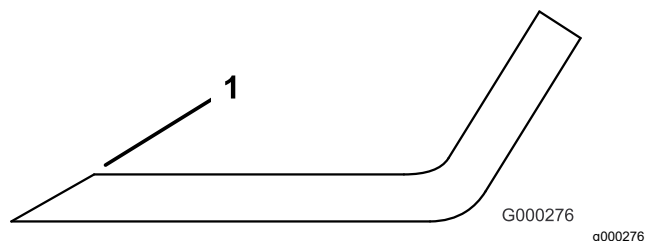

Figure 125
Remarque: N'aigüisez que le haut du tranchant et conservez l'angle de coupe d'origine pour obtenir une coupe nette (Figure 125). Limez la même quantité de métal sur les deux tranchants pour ne pas déséquilibrer la lame.
3. Examinez les tranchants de toutes les lames et aigüisez-les s'ils sont émoussés ou ébréchés (Figure 125).